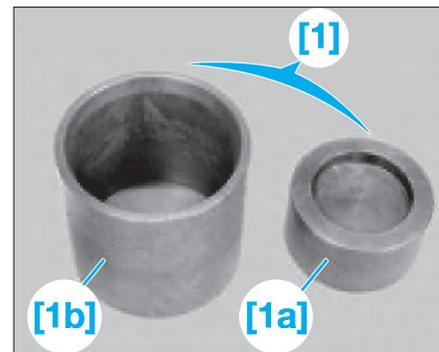

Fig. 27
- [1]. Outil d'emmanchement et d'extraction (réf BMW : 31 3 030) (Fig.27).